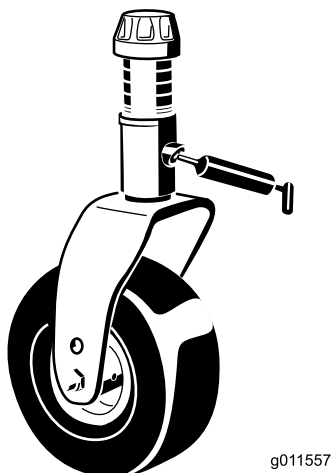

Figure 19
- Bagues d'axe de fourche de roue pivotante (4) (Figure 19).